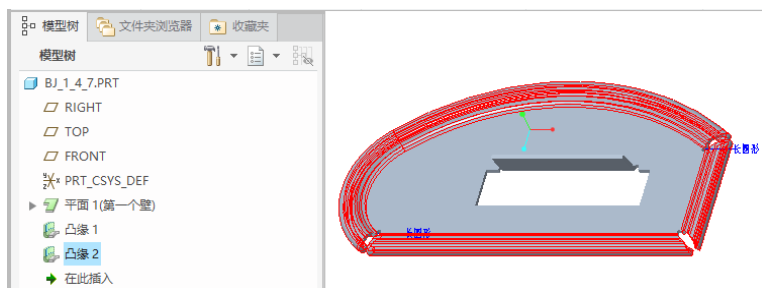

图 1-146 法兰壁 2
(8) 在“凸缘”选项卡中单击 (完成) 按钮, 完成法兰壁 2 的创建, 如图 1-146 所示。